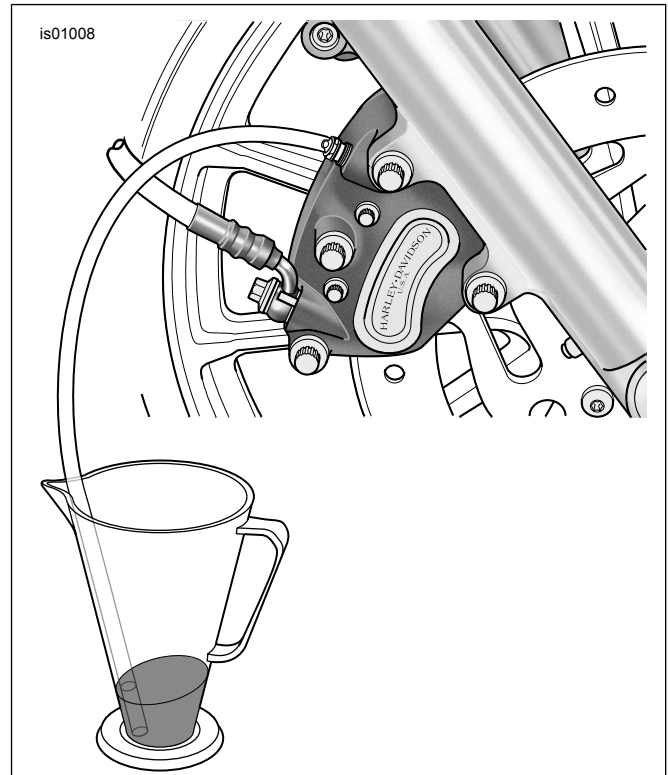

Figura 10. Scarico del liquido per freni
1. Vedere Figura 10. Rimuovere il tappo della vite di spurgo sulla pinza del freno anteriore. Installare l'estremità di un tratto di tubo in plastica trasparente sopra la vite di spurgo. Collocare l'estremità opposta in un recipiente pulito.